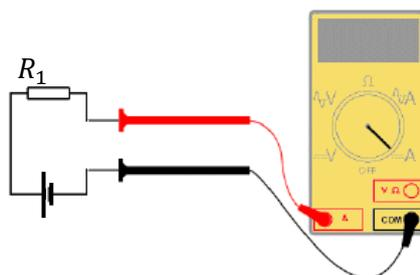

Figura 01: Esquema de montagem do procedimento A.
- 3) Conecte a fonte e o amperímetro no resistor R_1 utilizando os conectores do tipo jacaré, conforme esquema ilustrado na Figura 01. OBS: Para evitar avaria no amperímetro, inicie com a escala de 20 A, e caso haja necessidade, mude a escala para 200 mA;